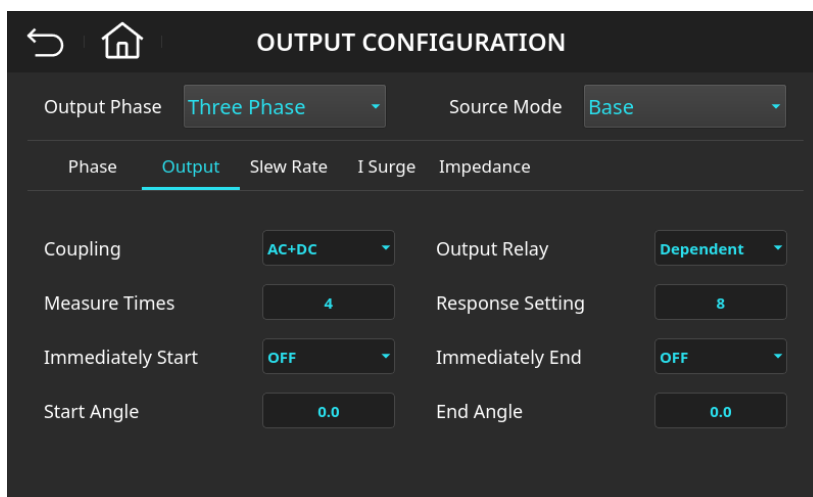

图 4-38 输出配置(Output)页面(Measure Times 设定为 4)
3. 输入  后按下  键，数值变更成"4"，如图 4-38 所示。